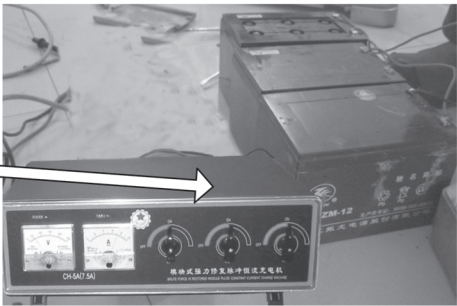
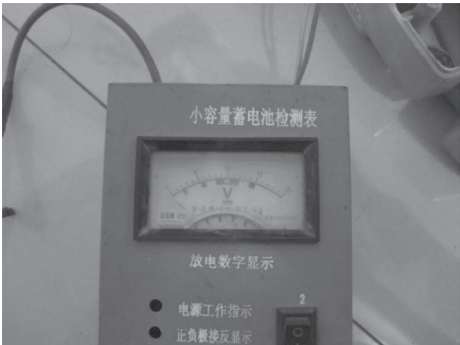

图 5-5 恒流充电
图 5-6 蓄电池放电仪
5) 用充电器以 10h 率的电流充电 14h, 如图 5-5 所示, 静置 2h 后, 再用 2h 率的电流进行放电, 如图 5-6 所示, 如此反复 2 ~ 3 次。